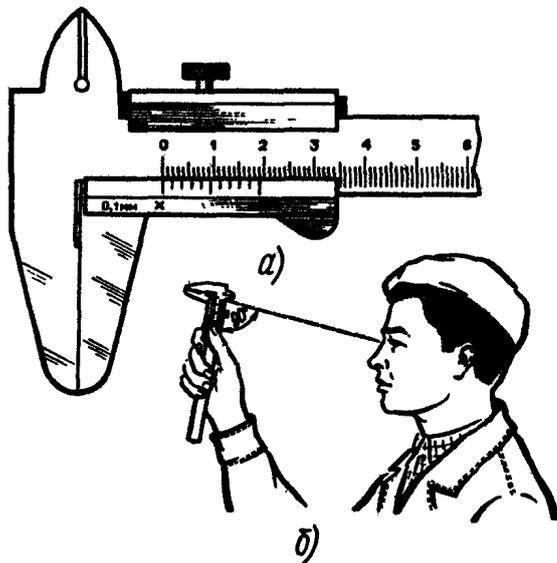

Рис. 3. Проверка нулевого положения штангенциркуля
- привести соприкосновение губки штангенциркуля (рис.3, а). Губки по всей длине должны быть параллельными. Зазора по краям губок не должно быть. Нулевой штрих нониуса должен совпадать с нулевой риской основной шкалы;
- размер просвета между измерительными поверхностями сведенных губок штангенциркуля оценивают при дневном освещении «на глаз» (рис. 3, б). При отсутствии просвета между губками для наружных измерений или при небольшом просвете (не более 6 мм) должны совпадать нулевые штрихи нониуса с начальным штрихом основной шкалы (рис. 3, а);